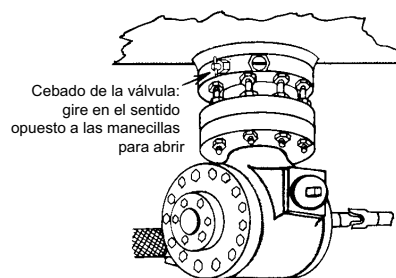

Figura 6. Procedimientos de cebado
5. Asegúrese de que la válvula de cebado situada al lado de la válvula Flomatic® está abierta (Figura 6).